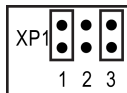

Рисунок 8.3 – Положение переключки
7. Отключить питание прибора и для задания точки **отпуска защиты по температуре** переустановить переключки на коммутаторе ХР1 в **положения «1» и «3»** (см. *рисунок 8.3*).